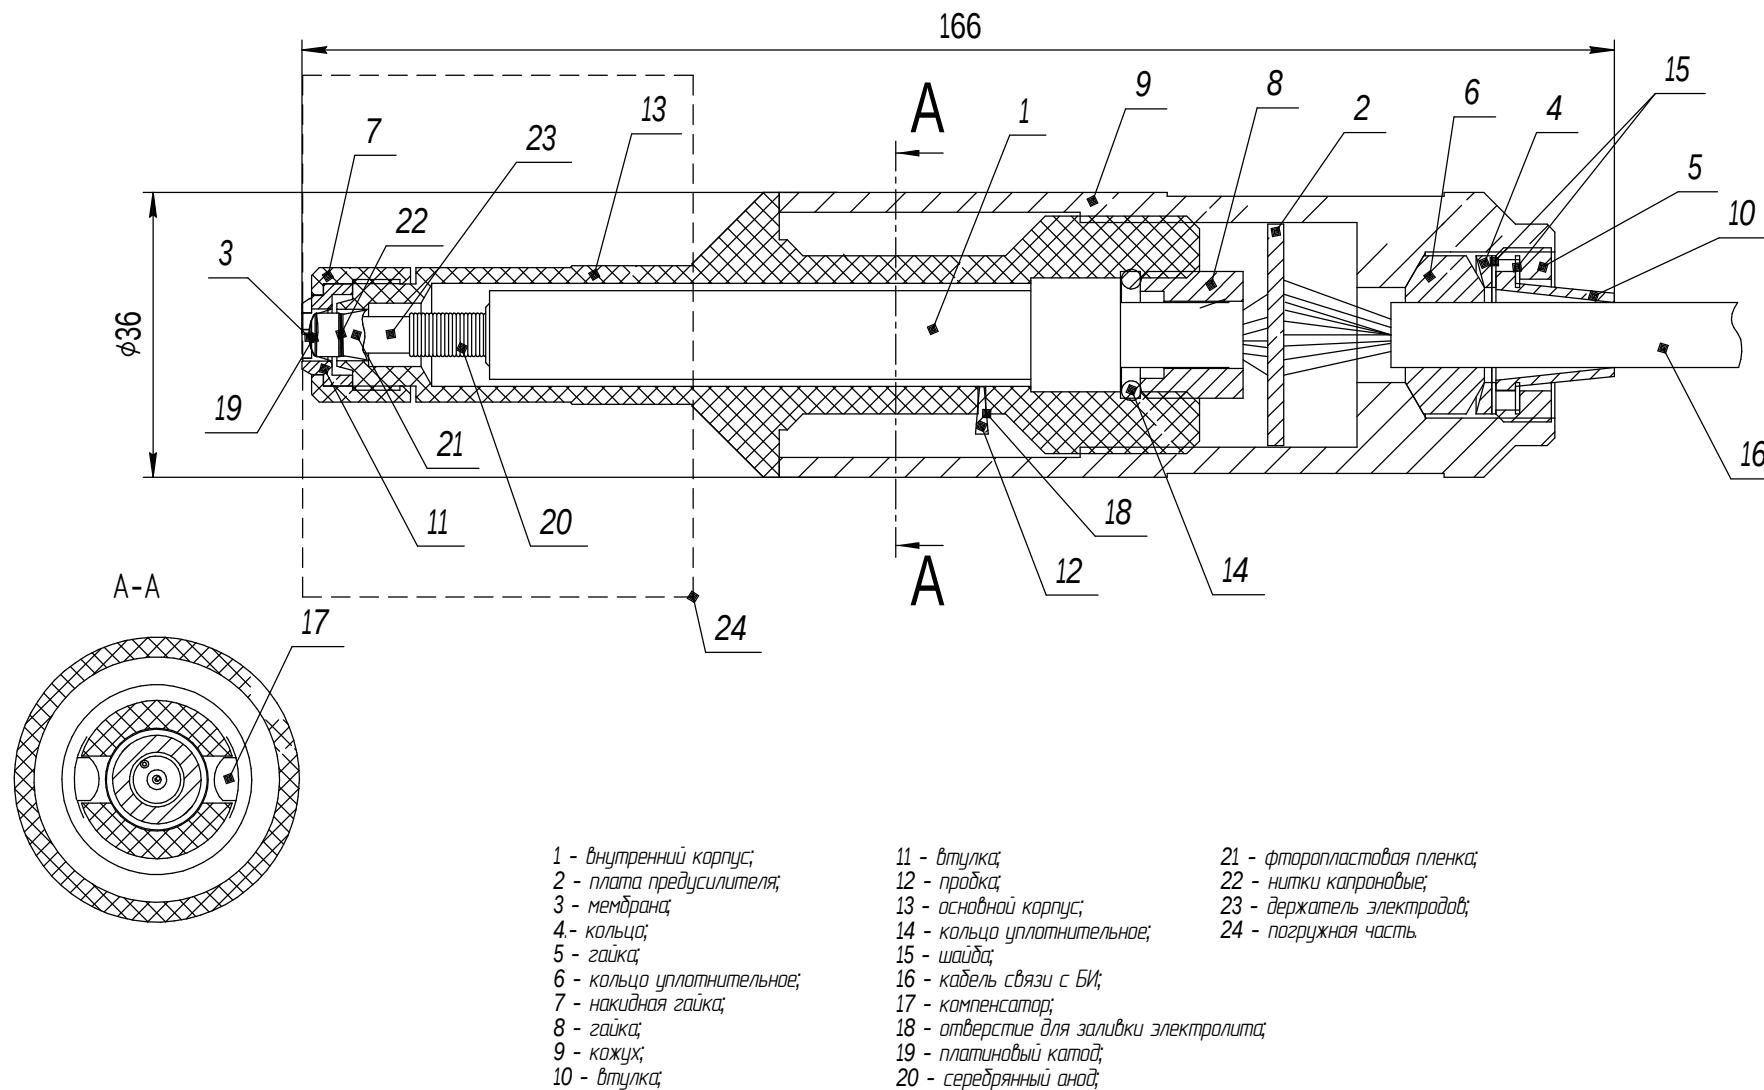

Рисунок 1.2 - Внешний вид и конструкция датчика
- ослабить гайку (5) (см. рисунок 1.2);
- отвернуть кожух (9) и извлечь две пробки (12) при помощи пинцета из заправочных отверстий в основном корпусе (13);
- открутить накидную гайку (7) вместе с втулкой (11) и мембраной (3);
- при помощи шприца через отверстие в основном корпусе (13) диаметром 1 мм влить 2 см³ электролита, не допуская выпячивания компенсаторов (17);